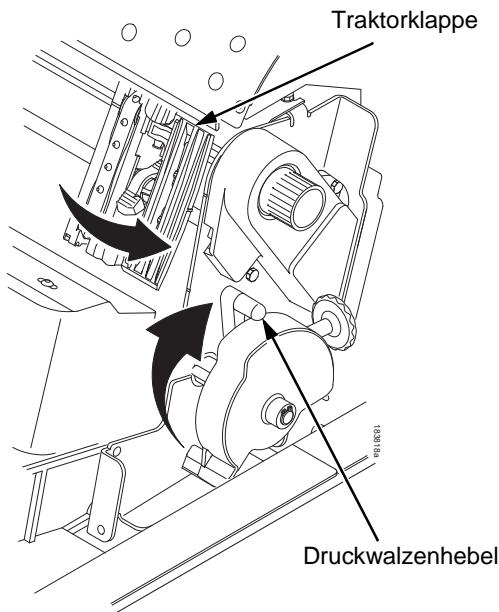

Abbildung 45. Anheben des Druckwalzenhebels
2. Heben Sie den Druckwalzenhebel bis zum Anschlag an (siehe Abbildung 45).